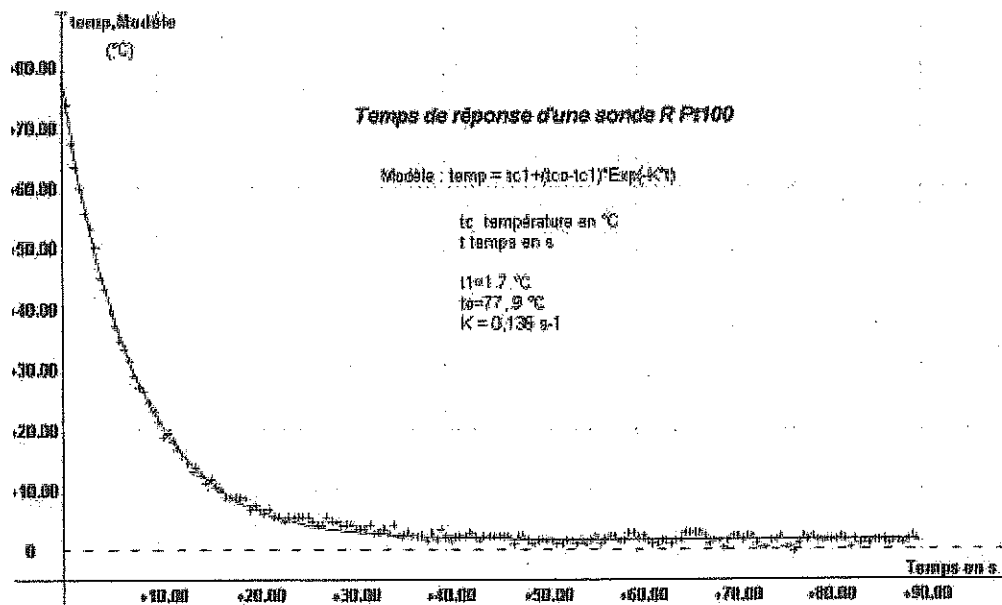

Figure 2
3.1. À partir de la courbe expérimentale obtenue, représentée sur la figure 2 du document-réponse, vérifier que le temps de réponse à 5%, $t_{5\%}$, du capteur est voisin de 20 s.